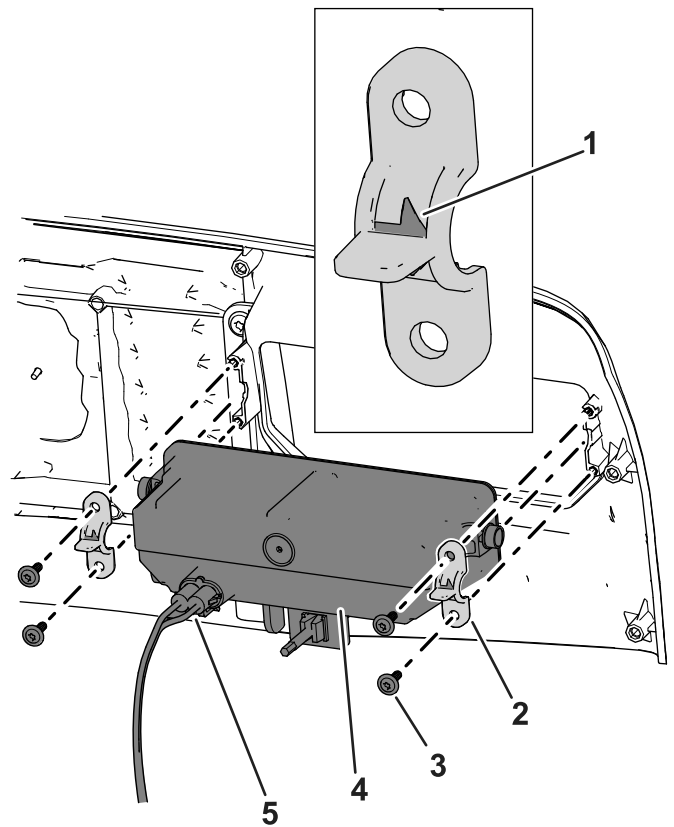

Figure 45
3. Débranchez le connecteur électrique sur le faisceau du connecteur du phare (Figure 45).
4. Retirez les clips en plastique et les vis qui fixent le phare sur la machine, et déposez le phare (Figure 45).
5. Montez le nouveau phare dans la machine à l'aide des clips en plastique conservés et des vis de fixation. Serrez les vis du phare à 1,6 N·m (14 po-lb) ; voir Figure 45.
**Remarque:** Vérifiez que la flèche sur les clips en plastique est dirigée vers l'extérieur de la machine (Figure 45).
6. Branchez le connecteur électrique du faisceau sur le connecteur du phare (Figure 45).